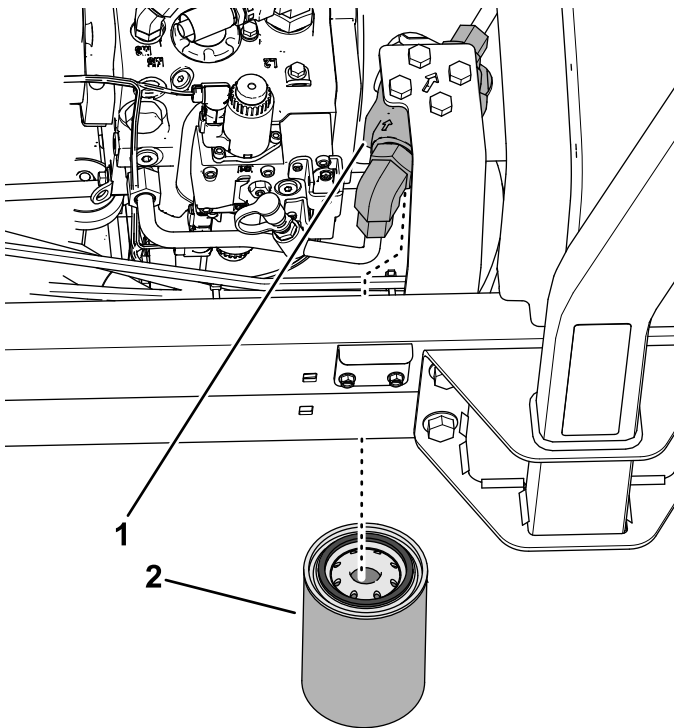

Figure 117
3. Placez un bac de vidange sous le filtre de charge, sur le côté gauche de la machine (Figure 117).